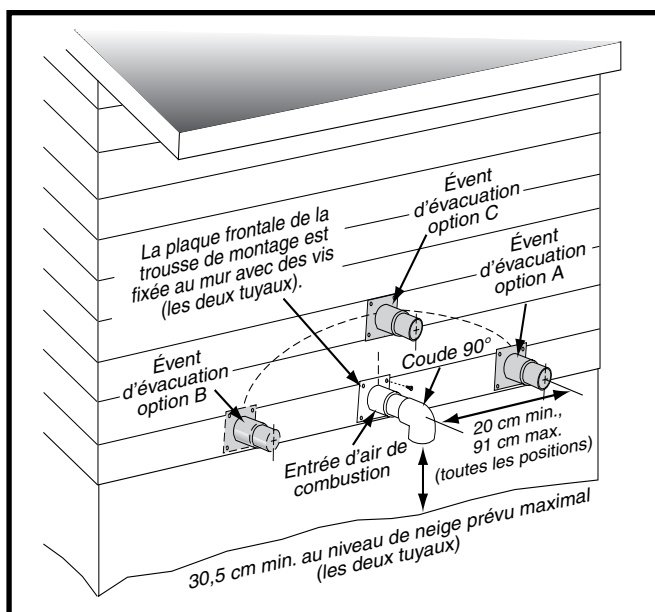
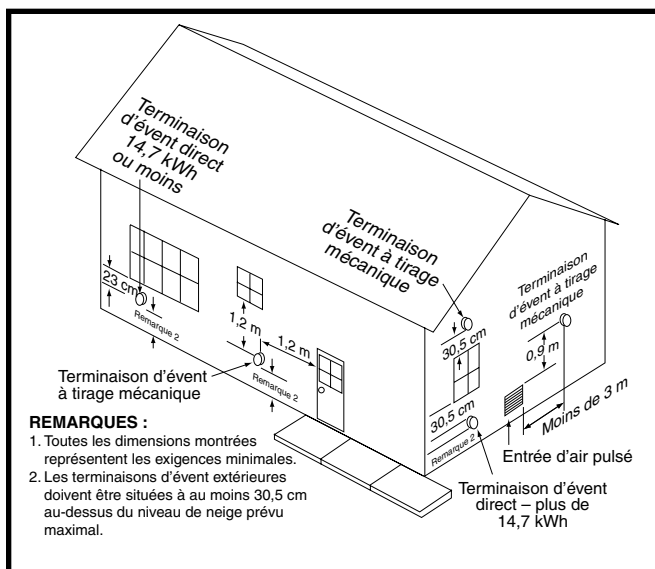
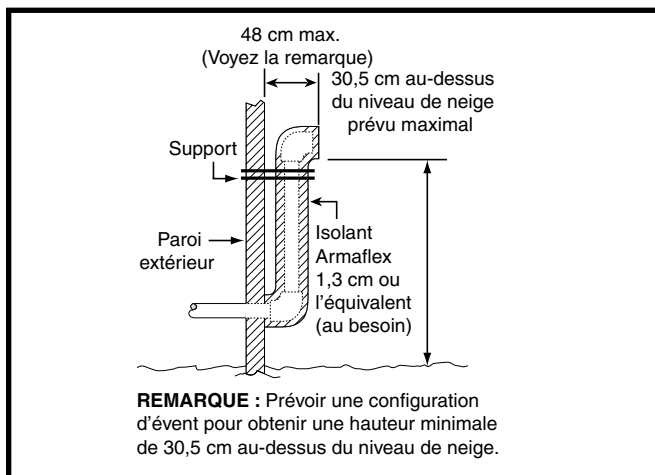
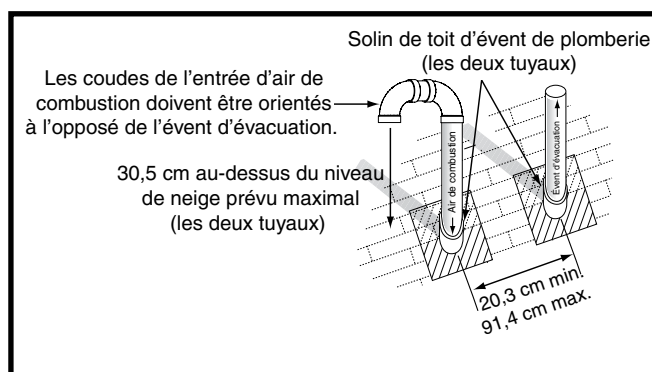

Figure 1. Dégagements du conduit d'admission et du conduit d'évacuation
Figure 2. Emplacements de l'évent
Figure 3. Autre installation d'un conduit d'évent horizontal
Figure 4. Terminaison d'évent vertical
- Si on utilise un système à 2 tuyaux, l'admission d'air de combustion et l'évacuation doivent être situées dans la même zone de pression atmosphérique. Cela signifie que les deux conduits doivent sortir du bâtiment par la même section de mur extérieur ou de toit, comme indiqué aux Figure 1, Figure 2, et Figure 4 \(page 9\) et Figure 30 \(page 38\).
- Les terminaisons d'évent et d'admission d'air de combustion doivent être installées comme indiqué aux Figure 1, Figure 2, Figure 3, et Figure 4, et conformément à ces directives :
- Tous les dégagements minimaux (Figure 2) doivent être maintenus pour protéger les matériaux du bâtiment contre la dégradation causée par les gaz de combustion.
- Lorsque le conduit d'évent doit sortir par un mur extérieur à proximité du niveau du sol ou du niveau de neige prévu et qu'il n'est pas possible d'obtenir les dégagements indiqués à la Figure 1, il est possible d'utiliser un conduit montant, comme indiqué à la Figure 3. Il faut utiliser de l'isolant pour éviter le gel de cette section de conduit. Voyez le Tableau 3, (page 10) pour la protection contre le gel de l'évent.
Les exigences relatives à l'espacement des terminaisons entre le toit et entre chaque terminaison sont indiquées à la Figure 4. L'endroit où le conduit traverse le toit doit être doté d'un solin approprié et étanche; on peut utiliser un chaperon de toit ou un solin équivalent. La tuyauterie d'évent et la tuyauterie d'air de combustion peuvent être installées dans une cheminée existante non utilisée, à condition que :
- les dégagements de terminaison indiqués à la Figure 4 soient maintenus;